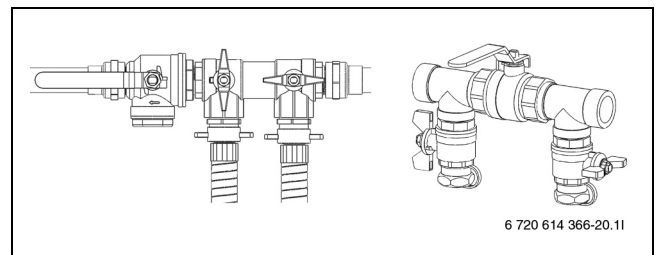

Bild 27 Befülleinrichtungen in Druckerhöhungposition
- ▶ Nach erfolgter Entlüftung Kreis unter Druck setzen. Ventile der Befülleinrichtung auf Druckerhöhungposition stellen und Kreis mit 2,5 bar unter Druck setzen (→ Bild 27).